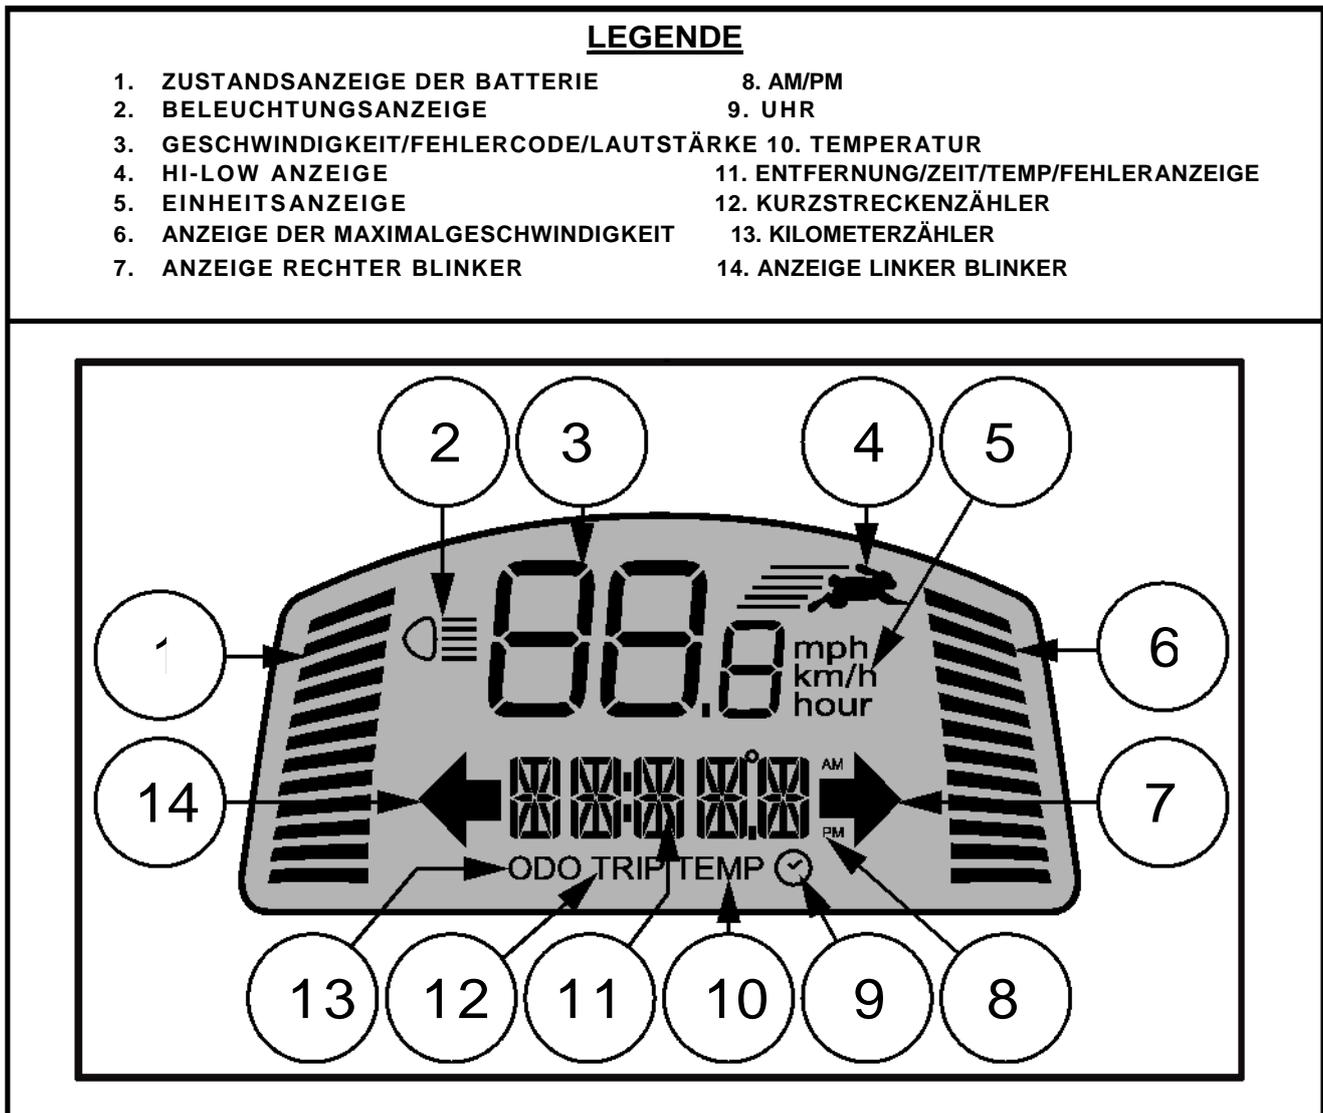

Abb. 2. LCD-Bildschirm
- Drücken Sie den High-Low-Knopf einmal, um die Geschwindigkeit auf "High" ("Hoch") einzustellen. Die High-Low-Anzeige wird auf dem LCD-Bildschirm angezeigt. Siehe Abb. 2. Wenn Sie diese Einstellung zusammen mit den Einstellungstasten für die Geschwindigkeit verwenden, kann das Personal Elektromobil Geschwindigkeiten bis zur voreingestellten Maximalgeschwindigkeit des Personal Elektromobils erreichen.
Mit Hilfe dieser Einstellknöpfe können Sie die Geschwindigkeit Ihres Personal Elektromobils vorauswählen und begrenzen. Angezeigt wird sie in der Anzeige für die Maximalgeschwindigkeit auf dem LCD-Bildschirm. Siehe Abb. 2.
**HINWEIS:** Je mehr Balken in der Anzeige für die Maximalgeschwindigkeit angezeigt werden, desto höher ist Ihre voreingestellte Maximalgeschwindigkeit. Siehe Abb. 2.
Das LCD-Bedienfeld bietet praktische und intuitiv verständliche Rückmeldungen auf dem LCD-Bildschirm. Siehe Abb. 2. Der LCD-Bildschirm wird auch während der Einrichtung (Aktivierung) der unterschiedlichen Bedienfeld-Einstellungen verwendet. Siehe Tabelle 1.